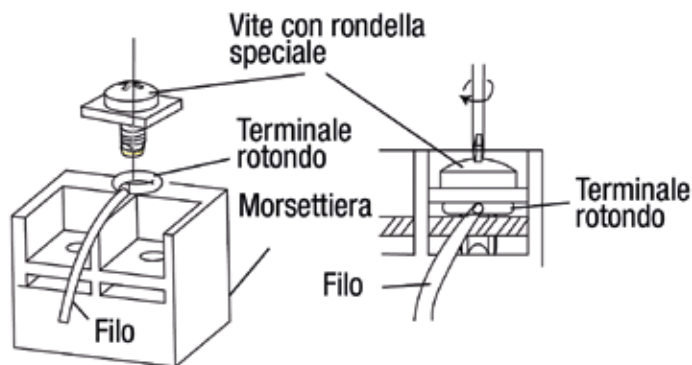

Fig. 30
- (1). Tagliare l'estremità del filo con un tagliaviti o una pinza tagliaviti, quindi spellare l'isolamento di circa 10 mm (3/8").
- (2). Con un cacciavite, rimuovere le viti dai morsetti.
- (3). Utilizzando un gancio circolare in rame, fissare adeguatamente ogni gancio al terminale del filo.
- (4). Posizionare il terminale circolare, e fissarlo con una vite utilizzando un cacciavite. (Fig.30)